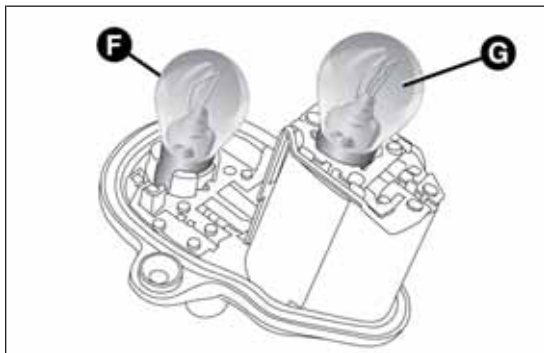

fig. 186
- ☐ a continuación, sustituir la lámpara correspondiente: F = intermitentes, G = luces de posición/freno fig. 186.